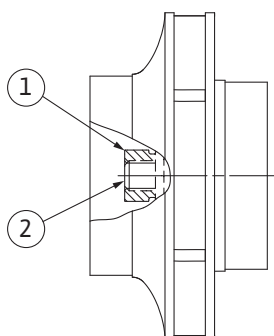

Fig. 107: Position correcte de l'écrou de blocage de roue après le montage
8. Maintenir l'arbre avec une clé (de 22 mm) et serrer l'écrou de blocage de roue selon le couple de serrage prescrit (voir tableau « Couples de serrage » [► 30]). L'écrou (Fig. 107, pos. 1) doit affleurer à $\pm 0,5$ mm avec l'extrémité de l'arbre (Fig. 107, pos. 2). Si ce n'est pas le cas, desserrer l'écrou et répéter les étapes 4 à 8.
9. Retirer la clé plate et remonter la tôle de protection (Fig. I, pos. 27).